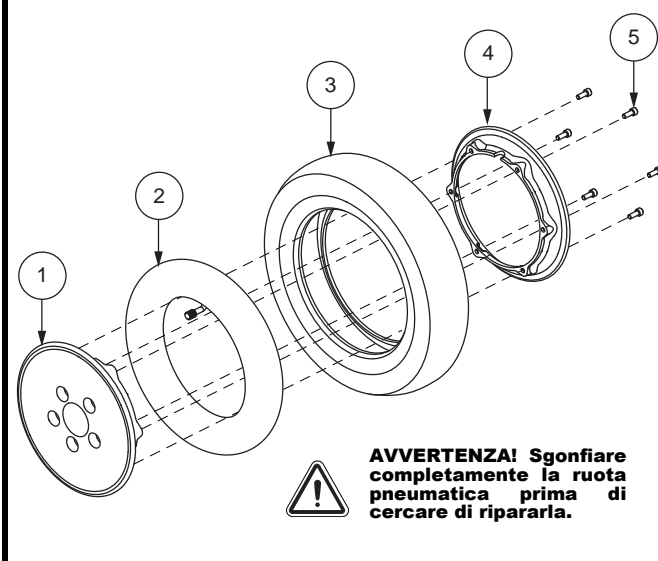

Figura 27. Ruota pneumatica motrice smontaggio/montaggio
6. Rimuovere le viti che fissano i cerchi. **Vedere figura 27.**